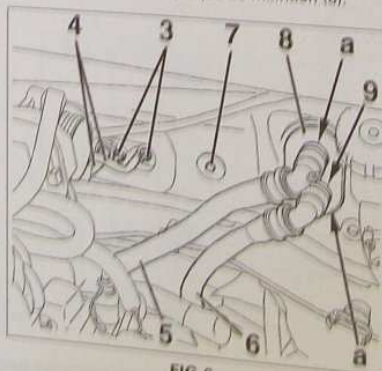

FIG.6
- les vis (3) et désaccoupler les tuyaux de climatisation (4) puis les obturer (Fig.6).
- À l'aide de pince durit, pincer les durits (5) et (6).
- la vis de fixation (7) du groupe de chauffage,
- la vis (9) et écarter la plaque de maintien (8).